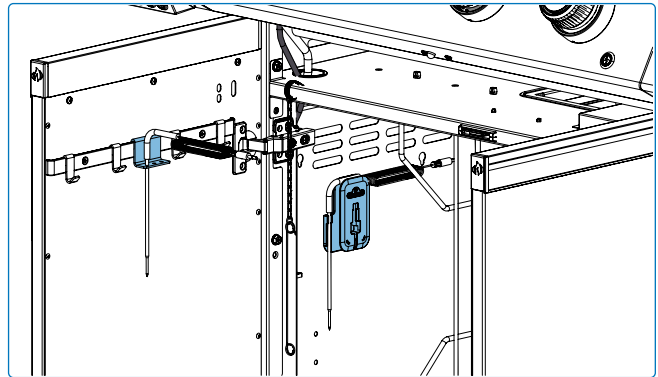

Fig. 10
- Guarde los componentes del rosticero en los clips designados dentro del gabinete del carrito y la varilla del rosticero en la parte trasera de la parrilla cuando no estén en uso. Esto los mantiene seguros, protegidos de la intemperie y fáciles de acceder para su próxima cocción. Asegúrese siempre de que las piezas estén limpias y secas antes de guardarlas para evitar la corrosión **(Fig. 10&11)**.